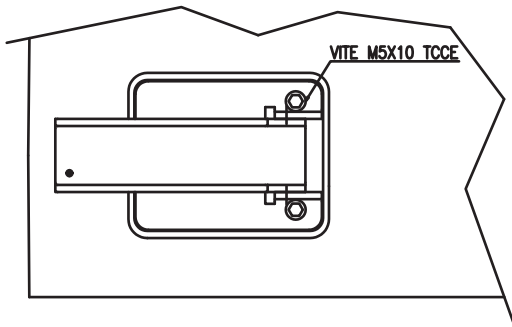

Fig.1/Abb1
- 3) Bevestig het nieuwe luikje met hendel met de 2 meegeleverde schroeven M5x10 TCCE (afb. 1/Abb. 1).